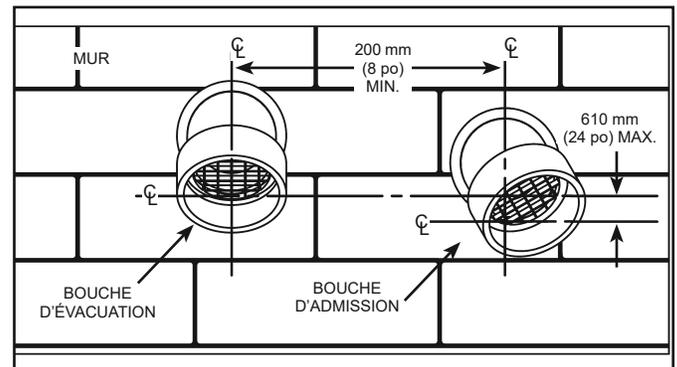

Figure 18.
Important : Pour les évacuations à travers un mur, les spécifications suivantes relatives au placement des extrémités doivent être respectées (voir Figure 18).
4. Pour éviter la recirculation des gaz de combustion, la bouche d'admission d'air peut être tournée à l'écart de la bouche d'évacuation (voir Figure 18).